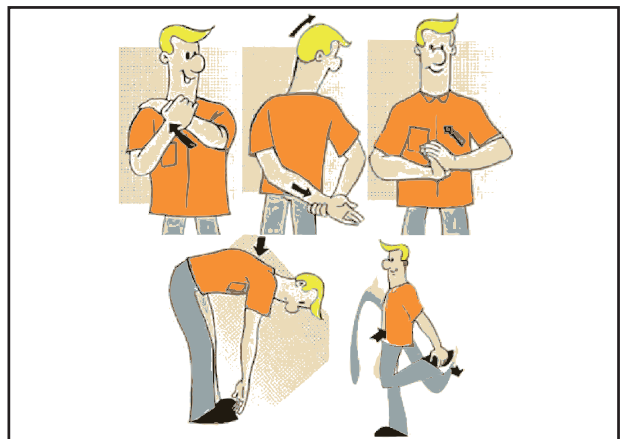

Рис. 19
- Убедитесь, что трактор и навесное оборудование оснащены сигнальными знаками для тихоходных транспортных средств и другой маркировкой для улучшения видимости на дороге, если того требует закон (рис. 19).